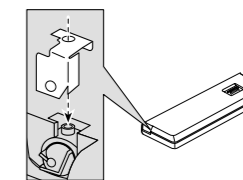

Fig. 10
1. Attachez le crochet sur la face avant. (Fig. 10)